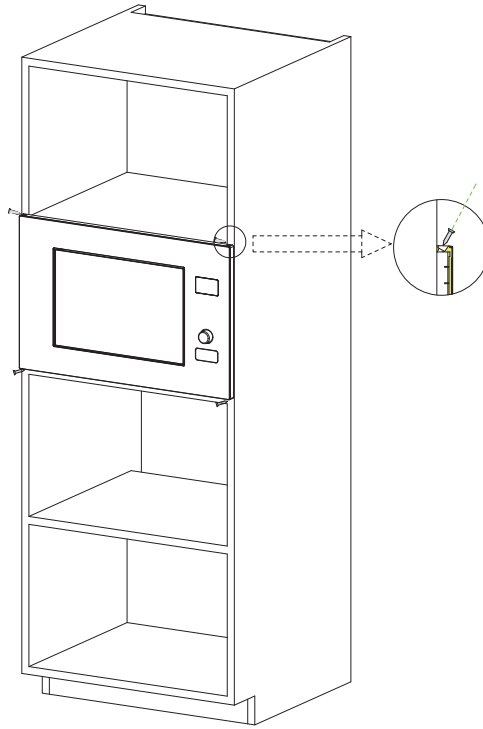

Fig. 2
b) Empuje el horno de microondas hasta el final. (Fig. 2)